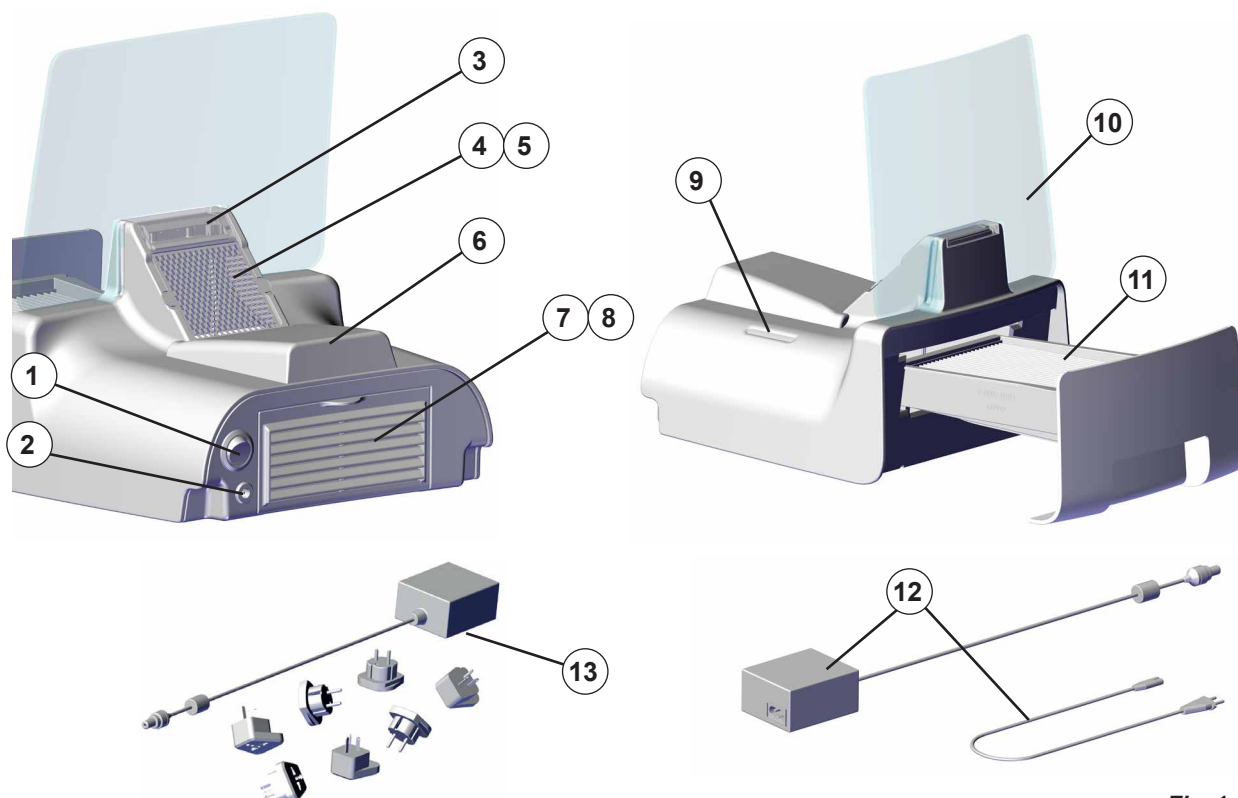

Fig. 1
- ⇒ Desconecte el aparato a través del interruptor de conexión/desconexión (1, Fig. 1).
Fuente de alimentación de escritorio (12, Fig. 1):
Fuente de alimentación enchufable (13, Fig. 1):
El aparato se conecta/desconecta con el interruptor de conexión/desconexión (1, Fig. 1).